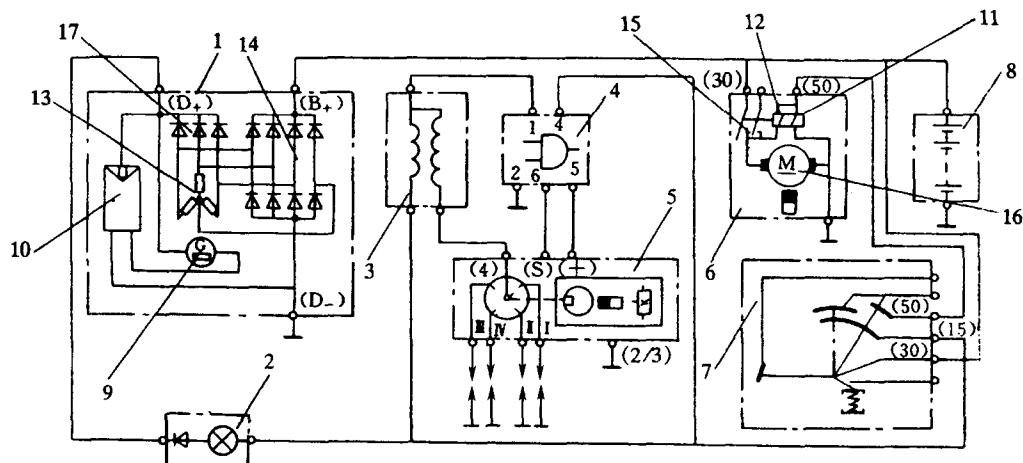

图 1-3 充电与启动系的工作原理图
③充电与启动系的工作原理图,如图 1-3 所示。发电机为自激式,12V 同步发电机 90A 的交流发电机。